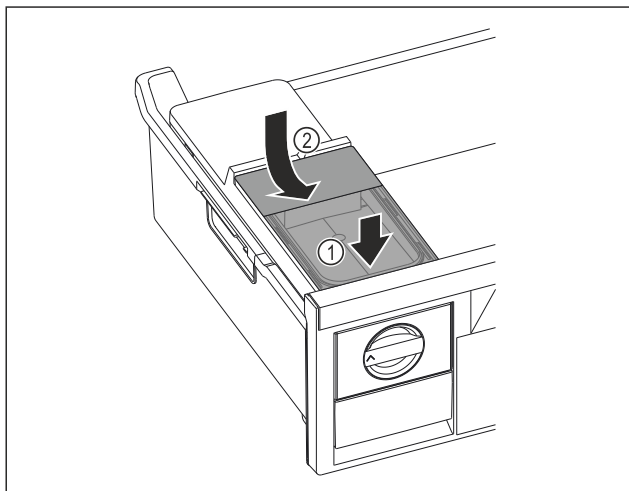

Fig. 86
- ▶ Zbiornik wody wsunąć od przodu. Fig. 86 (1)
- ▶ Zbiornik wody opuścić z tyłu. Fig. 86 (2)